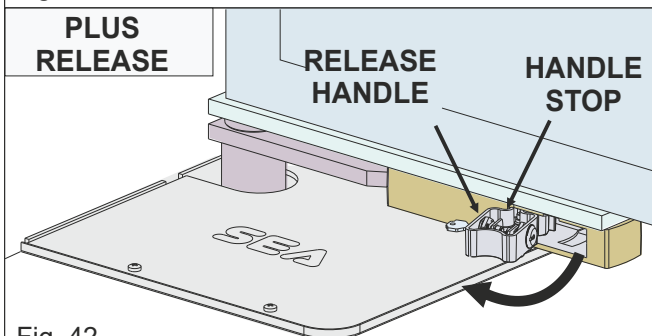

Fig. 42
- trek de sleutel naar buiten tot aan de aanslag om de hendel van het ontgrendelingssysteem uit te trekken (fig. 42)